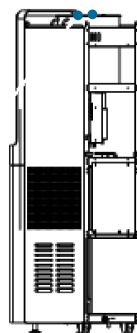

Figure 11 ·
4. Soulevez le couvercle du réservoir (figure 11).